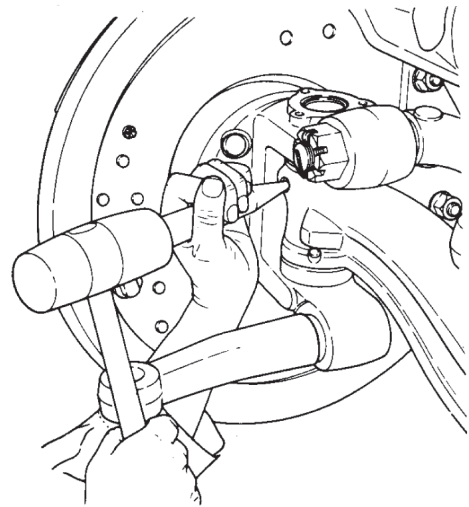

Figura 82
7. Instale la chaveta superior en la parte frontal de la punta de eje. Instale la chaveta inferior en la parte de tras de la punta de eje. Asegúrese de que las chavetas están en las ranuras del perno maestro. Figura 82.